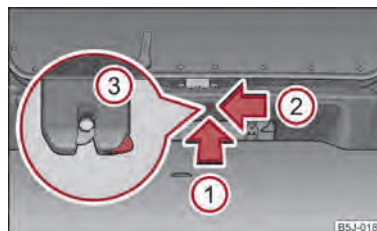

Fig. 16 Descuiera de urgență a capotei portbagajului
- Introduceți în orificiul din capitonaj o șurubelniță sau o altă unealtă asemănătoare, în sensul indicat de săgeată ① ⇒ fig. 16, până la limită.
- Deblocați încuietora ③ de sub capitonaj, în sensul indicat de săgeată ②.